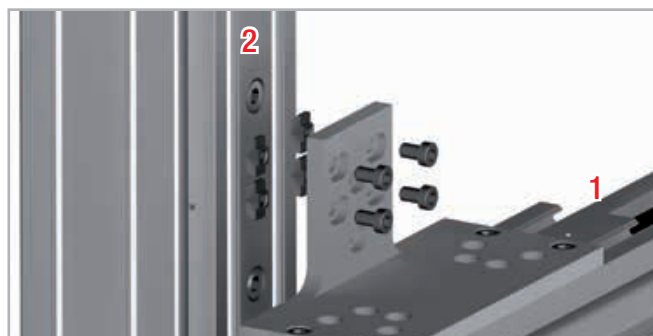

Рис. 94
4. Прикрепить соединительную пластину к актуатору № 2, пропустив винты сквозь крепёжные отверстия, предусмотренные в меньшем плече пластины (см. Рис. 94).